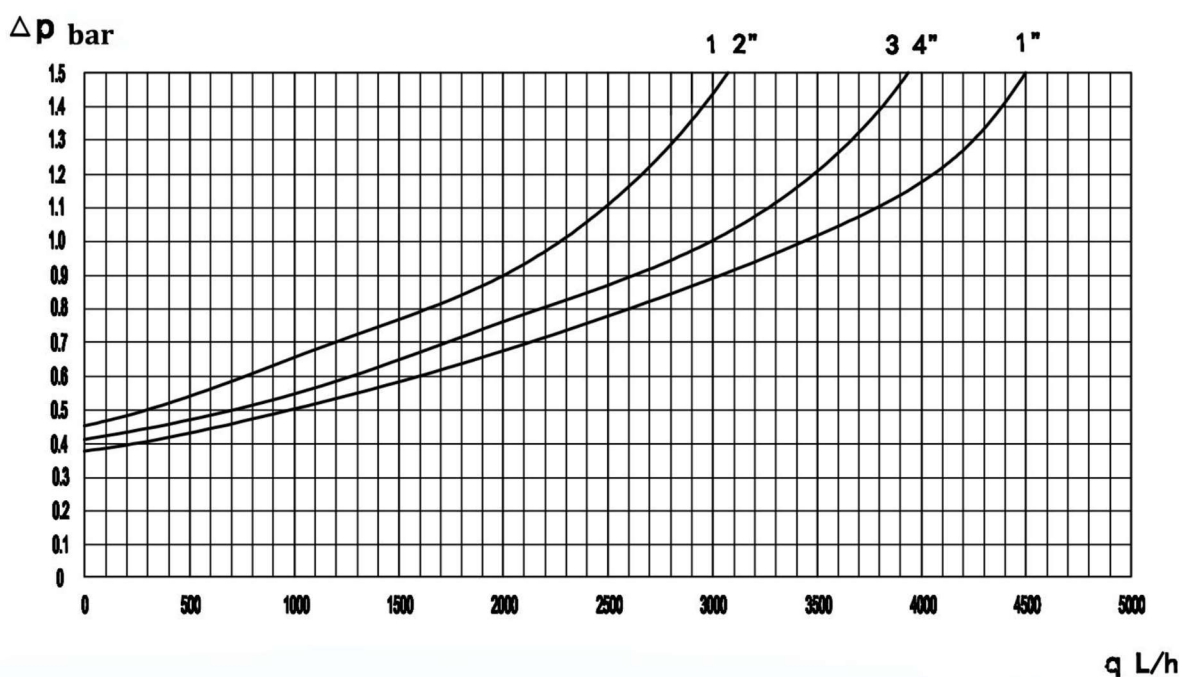

Рис. 1¹
- по графику на рис. 1 выбрать диаметр клапана редукционного SANEXT DPRV-L;